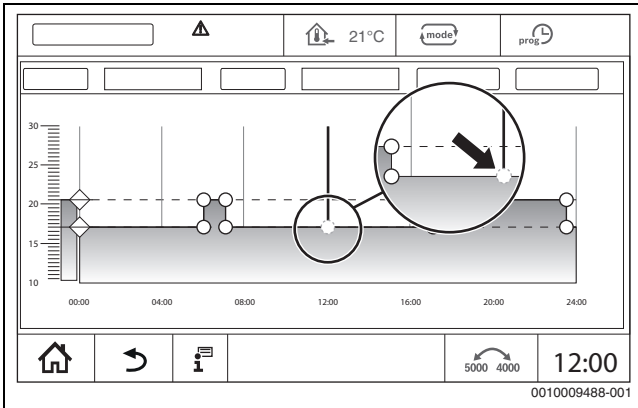

Bild 26 Schaltpunkt einfügen
- ▶ Schaltpunkt (→ Bild 26, Seite 29) antippen und auf die Temperaturlinie des Absenkbetriebs ziehen.